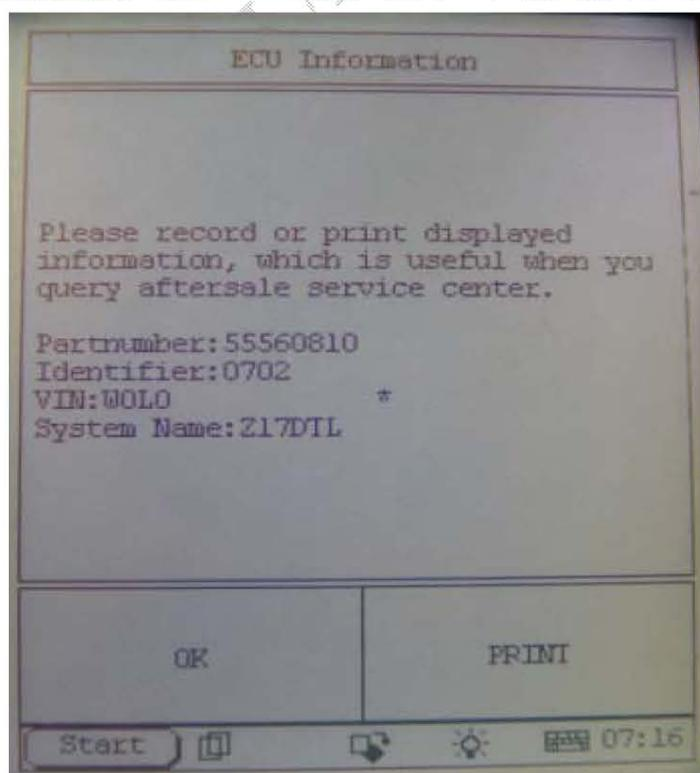
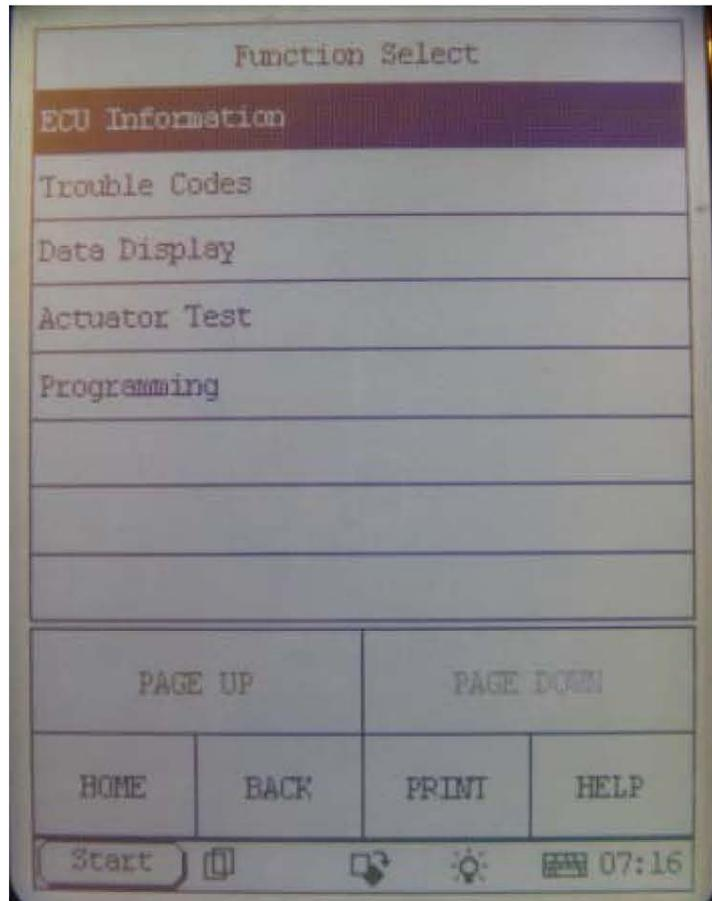

图 7
图 8
5) . 选择正确的接头后, 显示 ECU 信息, 点击 OK, 进入测试, 参见图 7, 图 8: